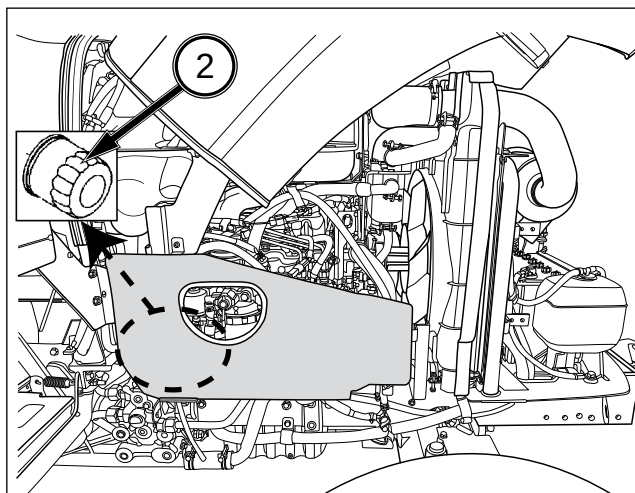

FIG. 85
FIG. 85 : Pour remplacer le filtre à huile moteur - Retirez le filtre à huile (4) et débarrassez-vous de cet ancien filtre dans un endroit de collecte approprié. Assurez-vous que le joint d'origine du filtre est enlevé.